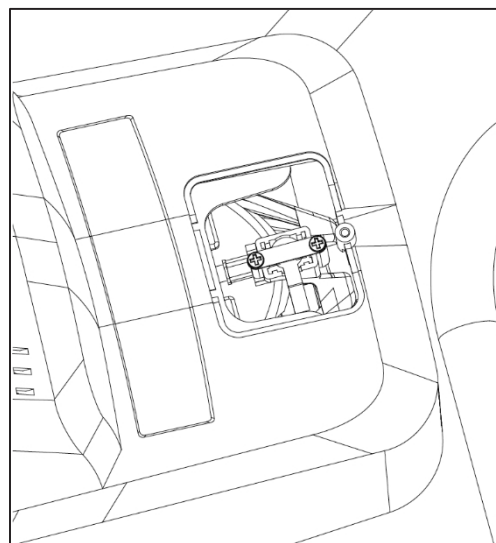

Rys. 5
6. Powoli wkładaj materiał do rozdrabniania do leja zasypowego przez rynnę podającą (Rys. 5). Gałęzie należy trzymać w bezpiecznej odległości od rynny podającej, dopóki nie zostaną automatycznie wciągnięte do rozdrabniacza.
2. Całkowicie odkręć pokrętło blokujące pojemnik odpadów (Rys. 4 a z 1), wyskoczy. Otwórz pojemnik odpadów, aby uzyskać dostęp do głowicy tnącej (Rys. 5).
4. Obróć głowicę tnącą tak, aby wyglądała jak pokazano na Rys. 5. Aby zapobiec obracaniu się głowicy tnącej podczas wymiany ostrza, włóż pręt przez otwór w osłonie ostrza (Rys. 5 - 1) i szczelinę w głowicy tnącej.
6. Każde ostrze jest zabezpieczone dwiema śrubami sześciokątnymi (Rys. 5 - 2). Zdejmij ostrze z wewnętrznej krawędzi osłony ostrza, gdzie można uzyskać dostęp do obu śrub sześciokątnych.